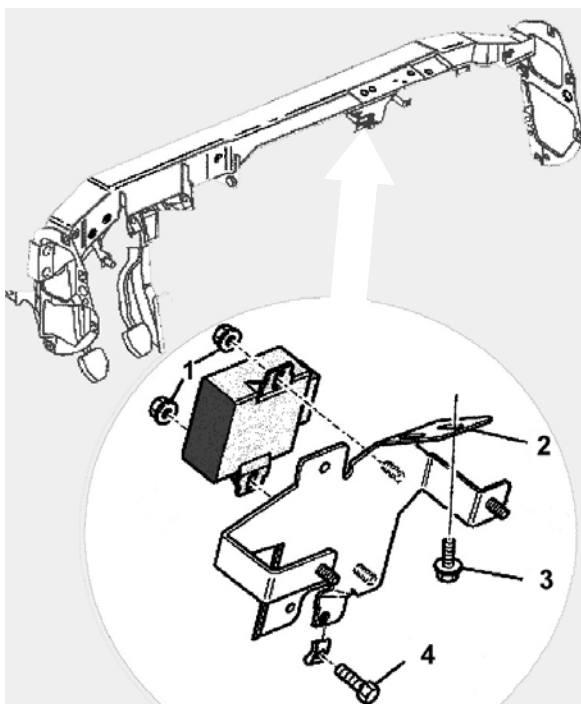

Imagen 2
- Desenroscar los tornillos (imagen 2, puntos 3 y 4) del soporte de la unidad de control de la LWR y extraer los soportes (imagen 2, punto 2) del módulo de carrocería.
- Desenroscar las tuercas de fijación (imagen 2, punto 1) y extraer la unidad de control del soporte.